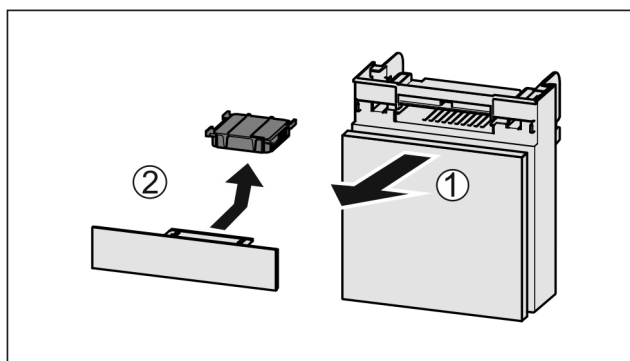

Fig. 154
- ▶ Pretinac izvucite Fig. 154 (1) prema naprijed.
- ▶ Izvadite filter s aktivnim ugljenom Fig. 154 (2).